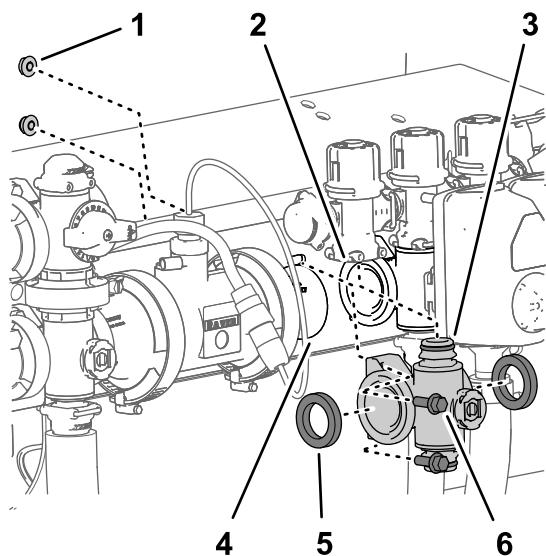
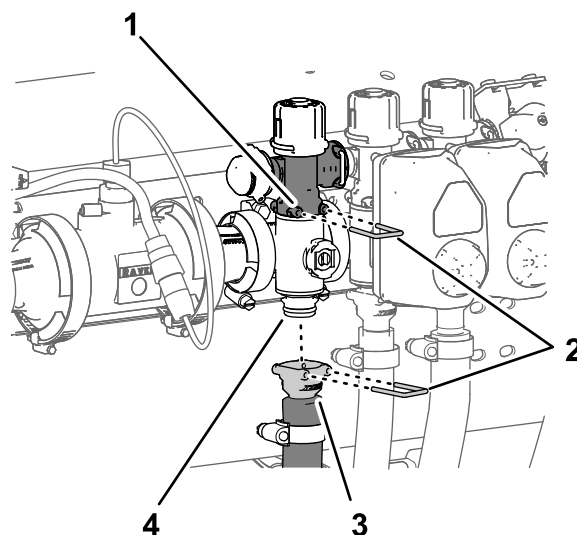

Figure 117
Figure 118
1. Alignez les 2 joints que vous avez retirés à la section Dépose de la valve de collecteur de section (page 86) et les brides du collecteur de vanne de section (Figure 117).
2. Alignez la bride du collecteur de vanne de section entre les brides des autres vannes de section et/ou adaptateur d'accouplement (Figure 117).
3. Fixez le raccord rapide du collecteur de vanne de section au raccord rapide femelle de la vanne de dérivation de section à l'aide d'un l'étrier de fixation (Figure 117 et Figure 118).
5. Pour les collecteurs de vanne de section gauche et droit, fixez le collecteur de vanne de section au support de vannes (Figure 117) à l'aide des 2 boulons à embase (1/4" x 3/4") et des 2 contre-écrous à embase (1/4") que vous avez
8. Fixez le raccord rapide du flexible de section au raccord rapide du collecteur de vanne de section à l'aide de l'étrier de fixation (Figure 118).